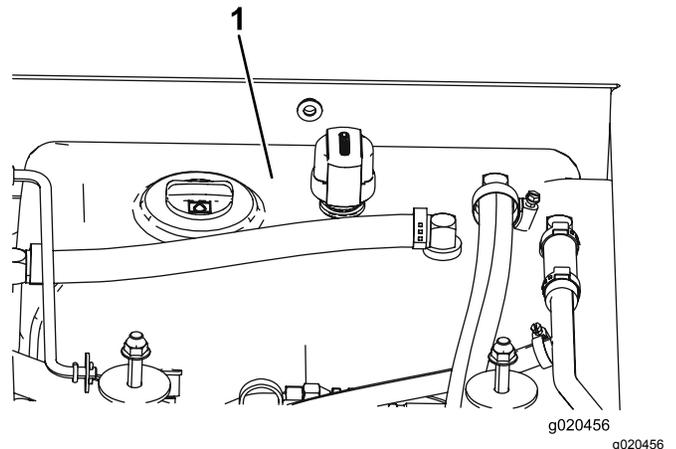

Рисунок 78
4. Залейте гидравлическую жидкость в бак (Рисунок 78); см. Проверка гидравлической жидкости (страница 69).